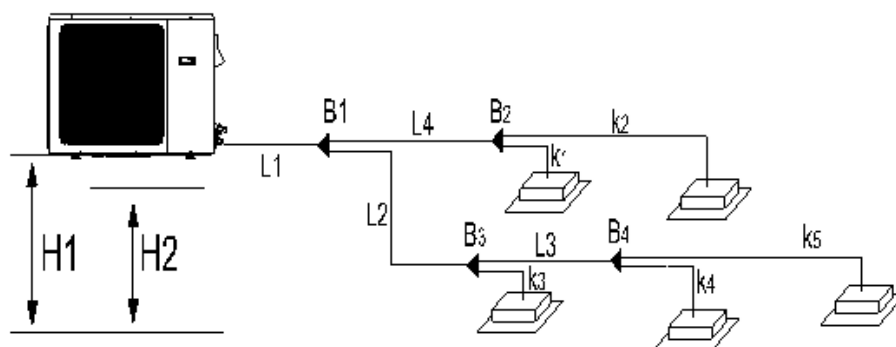

Рис.1.6
- Параметры фреоновой трассы зависят мощности наружного блока (см. рис. 1.6 и табл. 1.4)
1.5.5 Перепад по высоте между наружным и внутренним блоками (см. рис.1.6, табл.1.5)